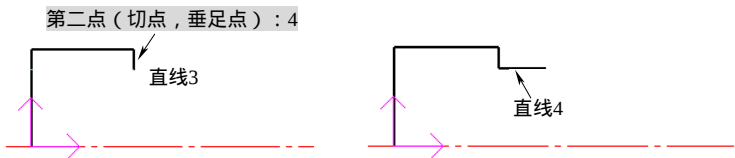

图 4-8 绘制直线 3 和直线 4
4) 系统提示输入直线 3 的第二点，输入长度 4，绘制直线 3，接着输入长度 9，绘制直线 4，如图 4-8 所示。单击鼠标右键结束绘制。